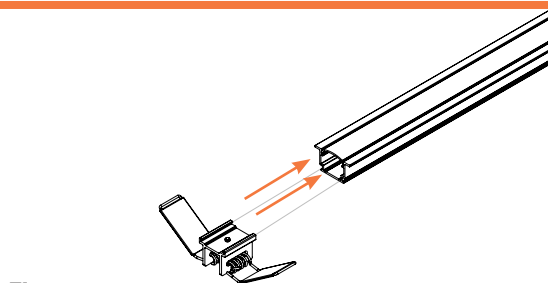

Figure 6a
- Glissez les attaches de fixation sur le canal arrière (Figure 6a).